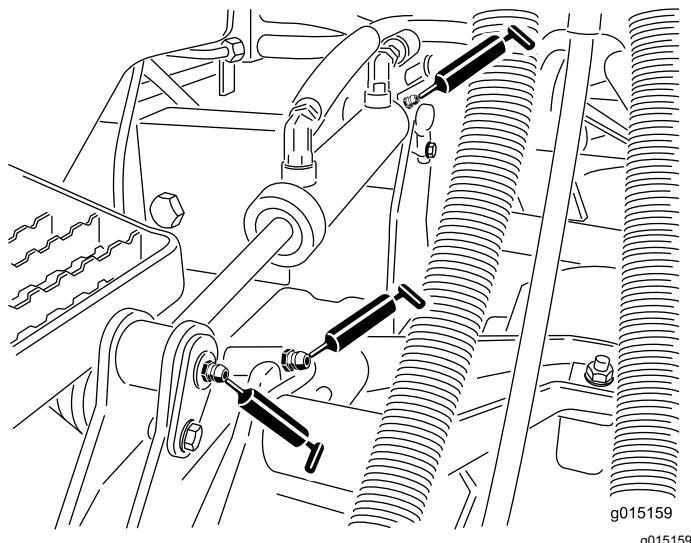

Bild 115
- Hubzylinderbüchsen (2 pro Mähwerk), siehe Bild 115
- Hubarmbüchsen (1 pro Mähwerk), siehe Bild 115